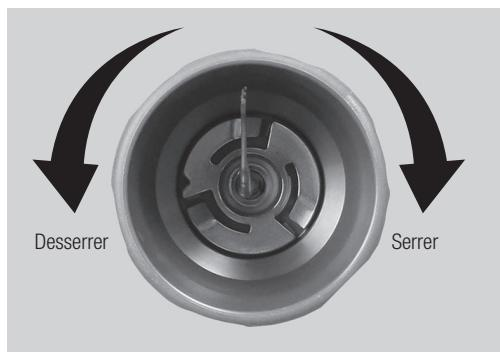

Fig. 17
- 3) Faites tourner la clé dans la direction de serrage, tel que représenté aux figures 17 et 18, jusqu'à entendre un clic en tournant sans serrer davantage.
\*Pour retirer l'insert, faites tourner la clé dans la direction de desserrage tel que représenté dans les Fig. 17 et 18.